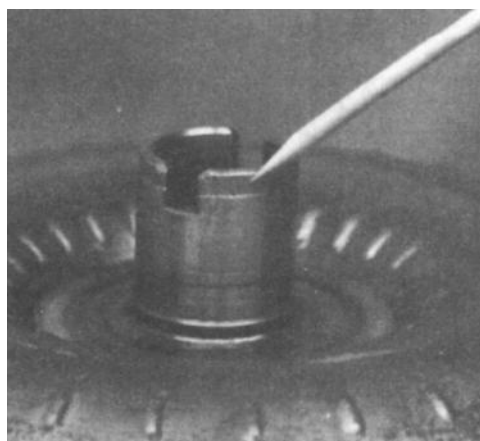

Fig. 4.5 Cubo dañado
5. Un cubo dañado o arañado podría provocar el fallo en el buje o de estanqueidad de la bomba delantera (Ver Fig. 4.5). Un pequeño desgaste en el extremo del cubo es aceptable y no es razón para cambiar el convertidor.